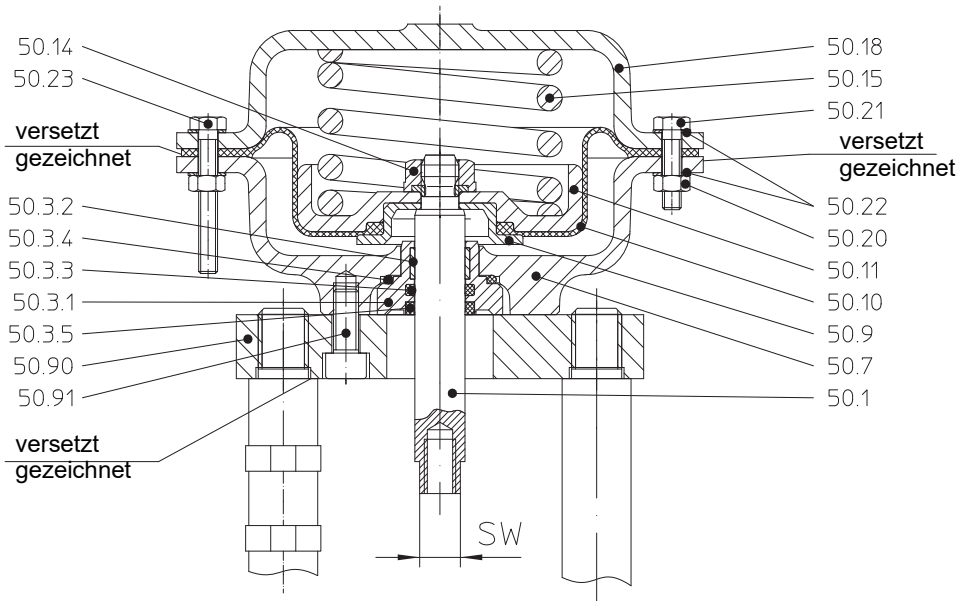

Bild 6: Antrieb für DN 25, 32
- Die Wölbung des Membrantellers (Pos. 50.11), die mit der Bohrung der Rollmembrane (Pos. 50.10) fluchtet, muss über dem Luftanschluss des Membranbodens (Pos. 50.7) sein (Bild 6-Bild 7).
Die Schlüsselfläche der Spindel (Pos. 50.1) sollte nach Zusammenbau Ventil/Antrieb gut zu erreichen sein (Bild 6-Bild 7)